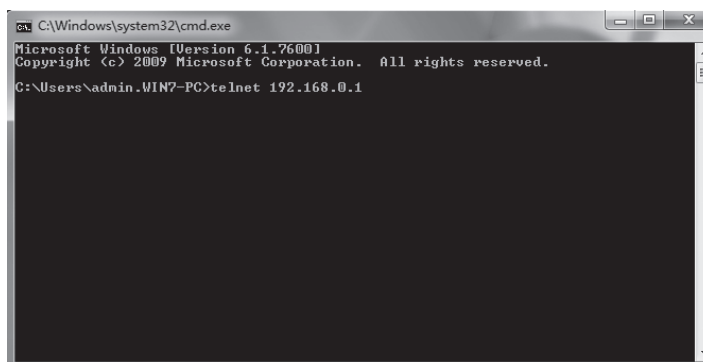

图4-6 连接交换机
3. 输入登录的用户名和密码（默认值均为“admin”），回车即可登录，如图4-6所示；